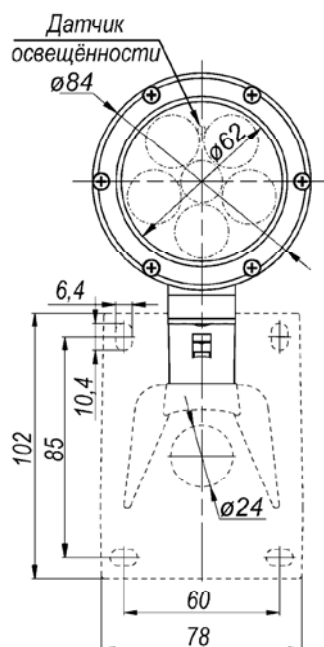

Рисунок 2 – Установка прожектора на видеокамеры в термокожухах ТГБ-4Г Ex, ТГБ-4Р Ex, ТГБ-4Г Ex IIC и ТГБ-4Р Ex IIC
1.2 Установка прожектора на видеокамеры в термокожухах ТГБ-4Г Ex, ТГБ-4Р Ex, ТГБ-4Г Ex IIC и ТГБ-4Р Ex IIC (рисунок 2):
- установить скобу 10 (рисунок 2) на корпус видеокамеры, используя комплект крепежа 11, 12, 13 (рисунок 2);
- установить прожектор на скобу 10 (рисунок 2), используя комплект крепежа 8, 9 (рисунок 2).